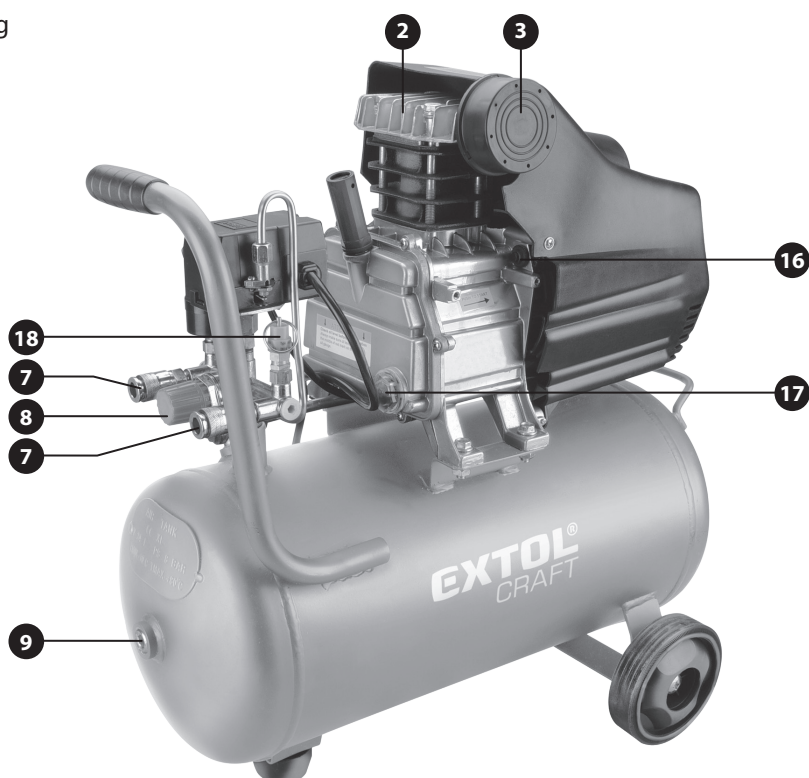
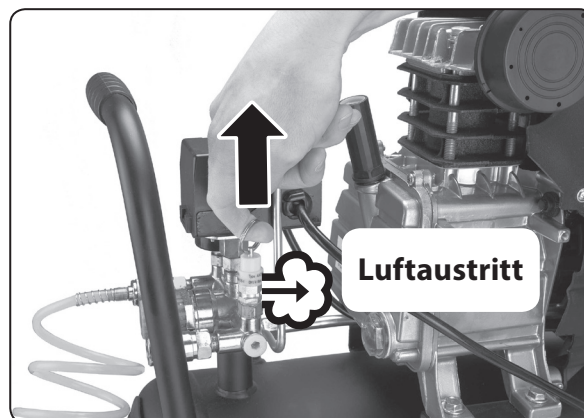

Abb. 1B
Abb. 8
Ziehen Sie am Ring des Überdruckventils (Abb. 1B, Position 18)/ Abb. 8 und prüfen Sie, ob der Ventilstift sich bewegt und automatisch schließt.
- ➔ Prüfen Sie kurz nach der Inbetriebnahme des Kompressors (einem Teilaufbau vom Druck im Druckluftbehälter), ob das Überdruckventil funktionsfähig ist, und zwar durch Ziehen am Ventilring und Entriegelung des Schließstiftes. Falls alles in Ordnung ist, muss auf der rechten Ventilseite Luft austreten, siehe Abb. 8. Falls nicht, schalten Sie den Kompressor sofort ab und kontrollieren Sie, ob die Ablassöffnung des Ventils durch mechanischen Schmutz nicht vers-
- Der Kompressor ist mit einer Thermosicherung ausgestattet, die nach dem Erreichen einer kritischen Temperatur aktiviert wird, z. B. beim Betrieb des Kompressors bei sehr heißem Wetter. Falls der Kompressor abschaltet, auch wenn der eingestellte Druck nicht erreicht ist, schalten Sie den Betriebsschalterhebel in die Position „OFF; AUS“ und lassen Sie ihn abkühlen. Bei heißem Wetter ist es empfohlen, den Kompressor in einen kühleren Bereich zu platzieren, da die Abkühlung schneller zustande kommt. Nach dem Abkühlen vom Kompressor drücken Sie zuerst den Taster für die Deaktivierung der Thermosicherung, siehe Abb. 1B, Position 16, und dann schalten Sie den Betriebsschalterhebel in die Position „EIN“ um. Falls es sich nicht um die Aktivierung der Thermosicherung handelt, lassen Sie den Kompressor in einer autorisierten Servicewerkstatt der Marke Extol® reparieren.
- ➔ Um das System drucklos zu machen oder den Überdruck abzulassen kann man den Stift des Überdruckventils anheben, wie auf der Abb. 8 dargestellt. Der Luftaustritt aus dem Ventil befindet sich auf der rechten Seite.